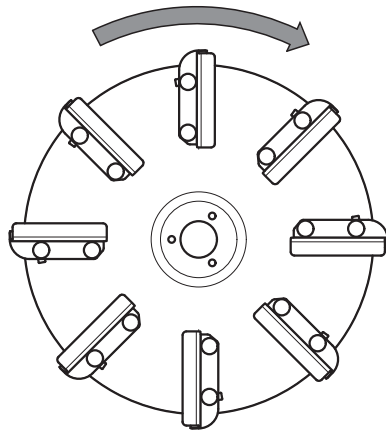

Bild 7.10: Drehrichtung der Wurfscheibe
1. Drehrichtung der Wurfscheibe beachten. Siehe Bild 7.10.